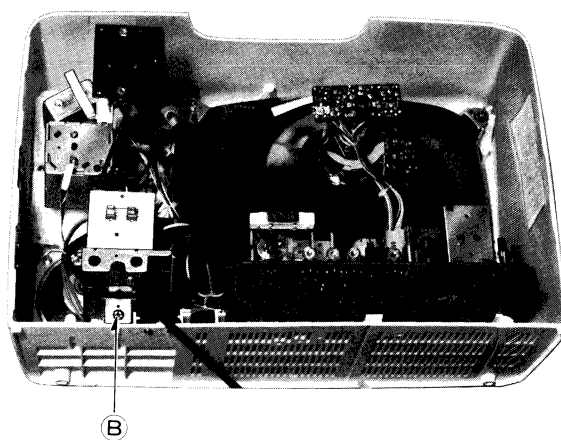

Fig. 2 Abb. 2
1. Remove 1 screw (B) in fig. 2.
1. 1 Schrauben (B) wie in Abb. 2.